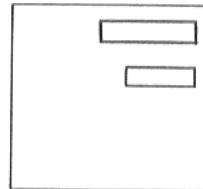

Abb. 36
- Bei den Kesselgrößen 90-7 bis 210-15 wird der Schaltkasten immer rechts an der Zwischenwand angebaut. Dabei kann die Gasarmatur rechts oder links angebaut werden (Abb. 36 u. 37).